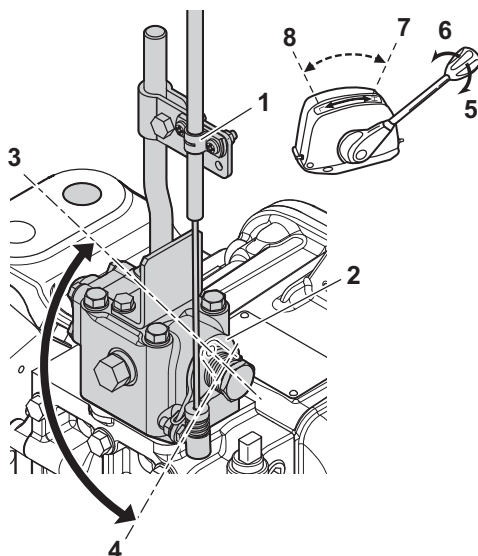

Figura 3
2. Reduza a velocidade movendo o manípulo de pesca à cana de alta velocidade (H) (**Figura 3, (4)**) para baixa velocidade (L) (**Figura 3, (3)**). Ajuste a velocidade para taxa desejada e segure o manípulo de pesca à cana no lugar.
3. Antes de voltar ao funcionamento normal, certifique-se de que põe o manípulo de pesca à cana na posição de alta velocidade (H).